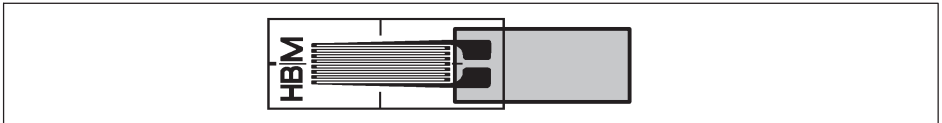

Fig. 5.3 Charnière sur jauge sans pattes de raccordement
- Pour les jauges sans pattes de raccordement, réalisez la charnière comme indiqué sur la Fig. 5.3 (sans cosse relais supplémentaires).